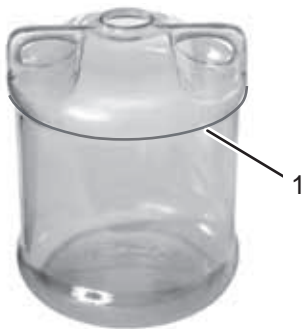

Fig. 37
Le fût réservoir (Fig. 37) est disponible en option. Vous pouvez remplir le fût réservoir avec toute boisson désirée (p. ex. vin, jus de fruits, etc.). Et tirer celle-ci ensuite à l'aide du Wunderbar Cooler.
1. Veuillez remplir le fût réservoir de la boisson de votre choix. Le remplissage maximal du fût réservoir doit se faire jusqu'au bord inférieur de la zone brossée (Fig. 37/1) (5 litres).